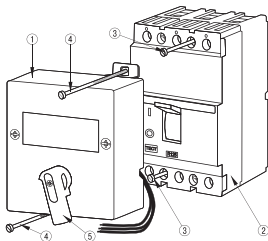

Рис. 5 Установка приводов 125А и 160А:
1. Монтаж электропривода 1 (рис. 5) производится на переднюю панель выключателя 2. Для этого вывинчиваются два штатных винта 3, крепящие переднюю крышку выключателя. Установив электропривод, его закрепляют на корпусе выключателя двумя винтами 4 из прилагаемого комплекта крепежа.